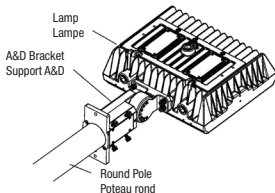

Figure 25
Step 2 (for round pole): Loosen the four bolts on A&D bracket, and place the bracket into the pole and lock the four bolts. (Figure 25).
Étape 2 (pour les poteaux ronds) : Desserrez les quatre boulons du support A&D, placez le support dans le poteau et verrouillez les quatre boulons. (Figure 25).